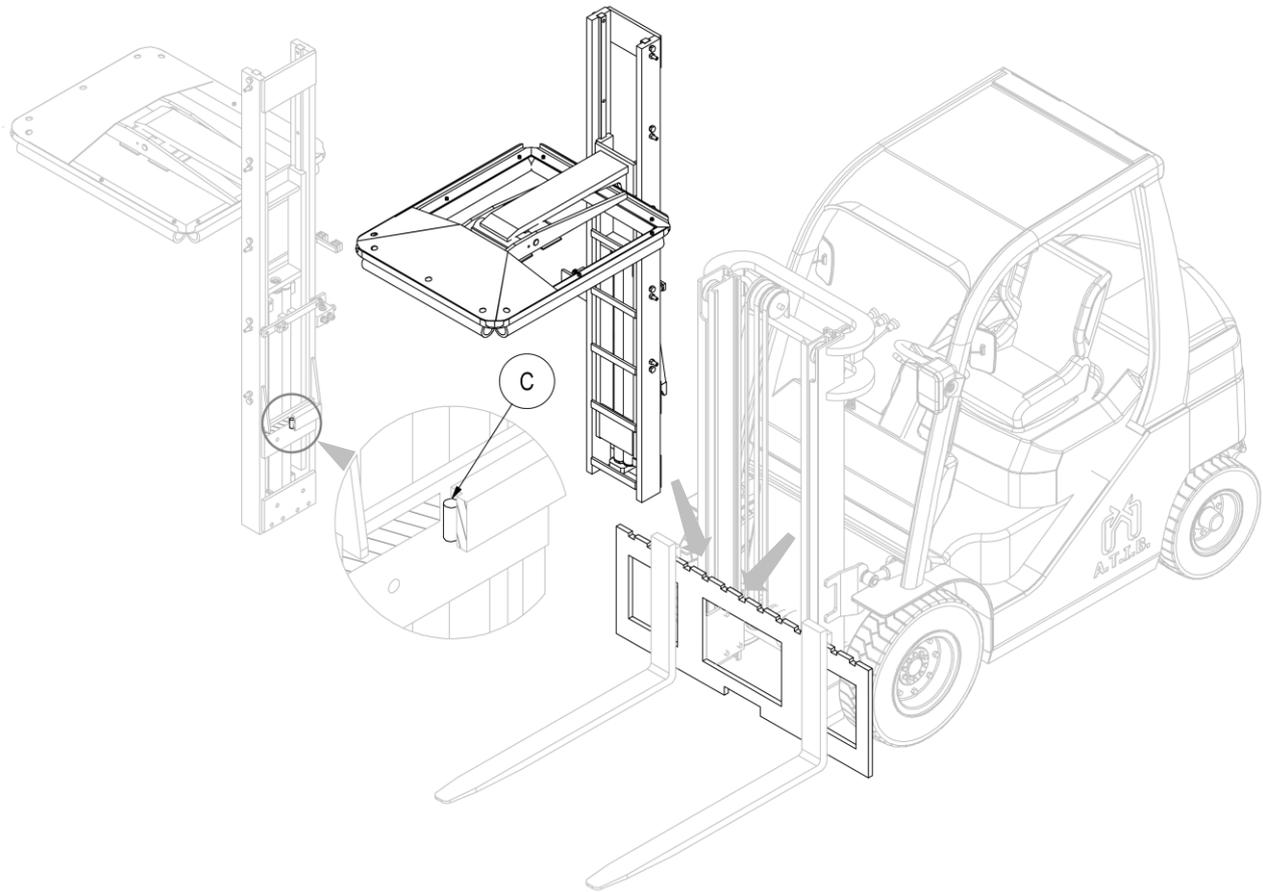

Figura 3
6. Con un carrozzone o un paranco di portata sufficiente posizionare l'attrezzatura sulla piastra porta forche, avendo cura di incastrare il dente di centraggio **C** nella tacca centrale della stessa (vedi *Figura 3*).
4. Sollevare quindi l'attrezzatura con un carropono o paranco di portata sufficiente e rimuoverla dal carrello (vedi *Figura 3* a pag.9).